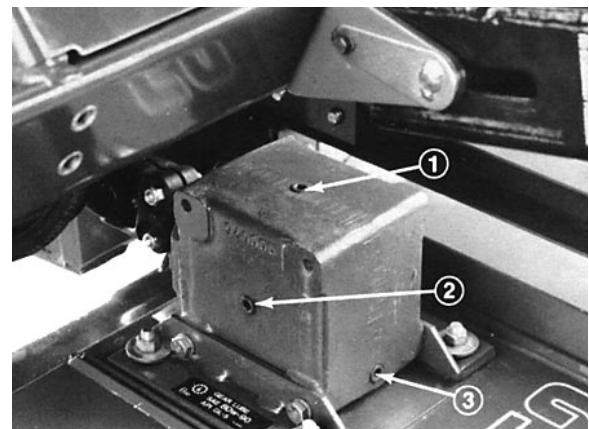

Figure 2
2. Enlever le bouchon de contrôle sur le côté du boîtier d'engrenages et vérifier que le niveau d'huile atteint bien la base du trou (Fig. 2). Si le niveau est bas, enlever le bouchon de remplissage en haut du boîtier et faire l'appoint jusqu'à ce que le niveau atteigne la base du trou latéral.